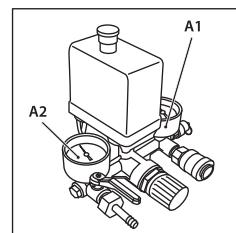
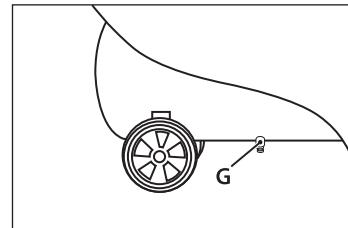

рис. 9
рис. 10
Воздушный компрессор является устройством ременного типа. Вращение коленчатого вала поршневой группы передается от электродвигателя через ремень. Компрессор отличается достаточно высокой производительностью и эффективностью в работе с практически любым типом современного пневматического инструмента. Оснащен ресивером объемом 100 литров, что является достаточным для использования компрессора в профессиональных целях. Конструкция блока цилиндров компрессора этой модели изготовлена с применением высокотехнологичных решений. Гильза изготовлена из чугуна высокого качества, прочные головки цилиндров оснащены крупными ребрами для повышения эффективности системы воздушного охлаждения агрегата. Увеличенная емкость масляного картера обеспечивает смазку всех деталей воздушного компрессора. Ресивер оборудован манометром (A1) (рис. 9) для контроля давления, а также клапаном для слива (удаления) конденсата (G) из ресивера (рис. 10).
При первом запуске компрессор должен проработать без нагрузки около 10 минут с полностью открытым регулятором давления выходного воздуха и клапаном слива конденсата из ресивера (рис. 10).